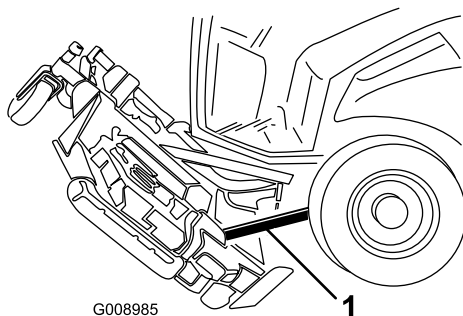

Figura 138
6. Coloque um bloco de madeira entre a traseira da plataforma e a máquina (**Figura 138**).